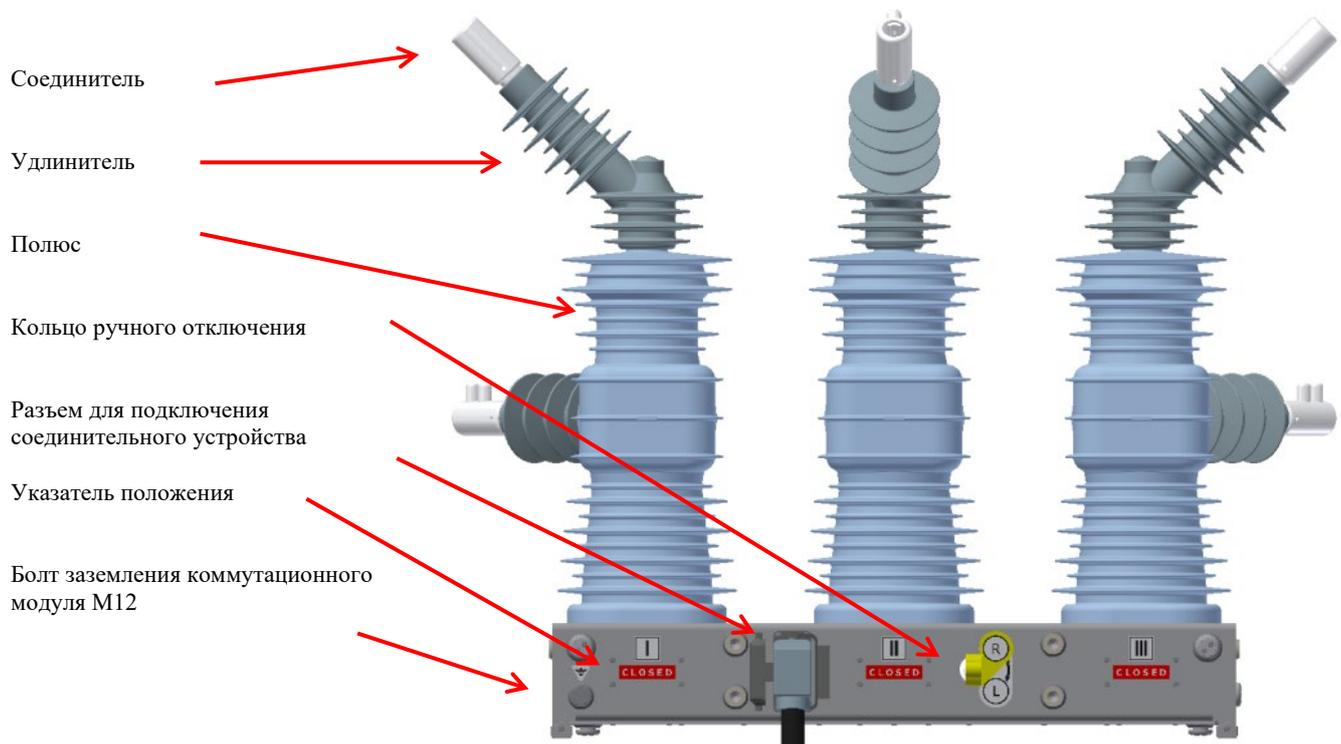

Рис.5.1. Конструкция OSM35_Smart_1(S)
Коммутационный модуль наружной установки состоит из трех полюсов, облитых силиконовой резиной, установленных на общем основании. Основные элементы коммутационного модуля OSM35_Smart_1(S) показаны на **рис.5.1**.
Воздействие на механизм ручного отключения осуществляется через кольцо ручного отключения, см. **рис.5.1**.